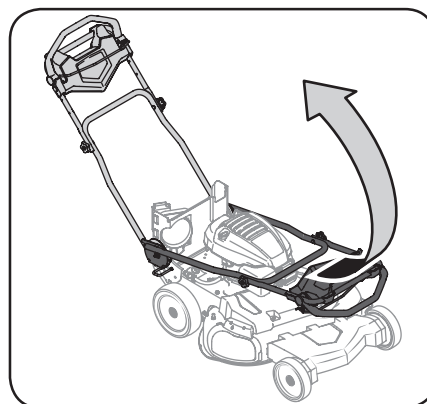

Figura 2-2
3. Gire la manija a la posición de funcionamiento. Tenga cuidado de no prensar los cables. Vea la Figura 2-2.